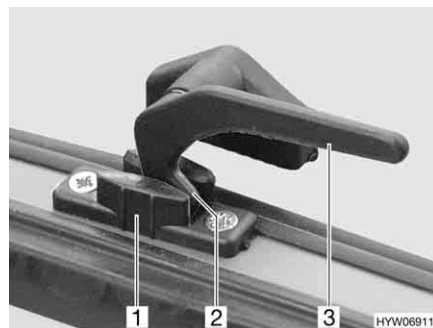

Fig. 52 Levier de verrouillage en position "Aération permanente"
- En position "Aération permanente" (Fig. 52)
- Tourner le levier de verrouillage (Fig. 52,3) d'un quart de tour vers le centre de la fenêtre.
- Tourner le levier de verrouillage d'un quart de tour vers le cadre de la fenêtre. Le tenon de verrouillage (Fig. 52,2) doit pénétrer alors dans le logement prévu à cet effet dans le verrouillage de fenêtre (Fig. 52,1).